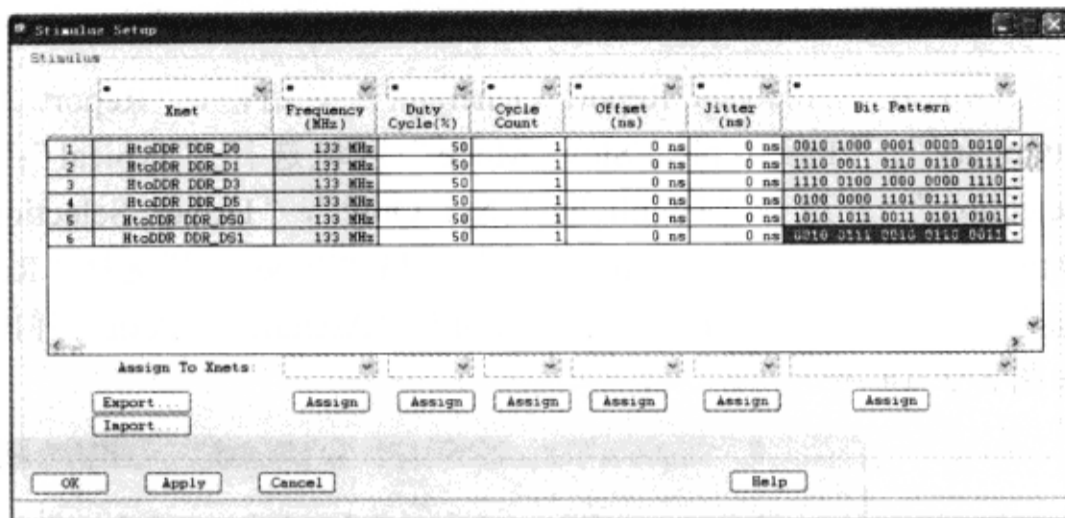

图 5-3-17 更改激励参数
(7) 在输入框中输入“64”并单击“OK”按钮，可以看到“Stimulus Setup”对话框中“Bit Pattern”栏的值已经改变，将所有“Bit Pattern”栏的值都按此方法进行设置，如图 5-3-17 所示。